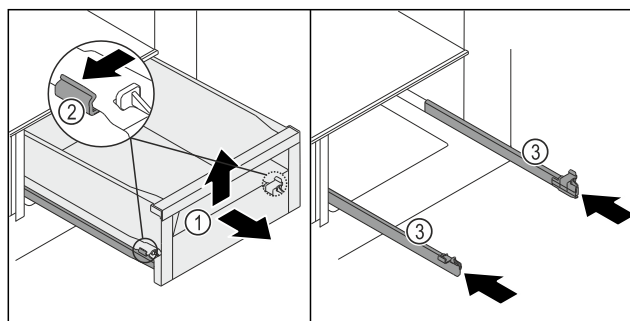

Fig. 210
- Dra ut utdragslådan Fig. 210 (1) så långt det går.
- Tryck samtidigt vänster och höger bygel Fig. 210 (2) utåt något.
- Utdragslådan Fig. 210 (1) lossnar från skenor.
- Lyft upp utdragslådan Fig. 210 (1) framtill.
- Ta ut utdragslådan Fig. 210 (1) framåt.
- Skjut in skenor Fig. 210 (3).